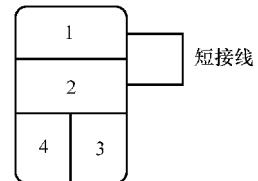

图 7-20 短接继电器
- 3) 如图 7-20 所示, 首先使用一根短接线连接散热器风扇继电器的 4 芯插座 1 号与 2 号端子, 检查冷凝器电子风扇和散热器电子风扇是否运转, 若正常运转, 说明散热器风扇继电器损坏, 应更换; 否则应排除散热器和冷凝器电子风扇电路故障。